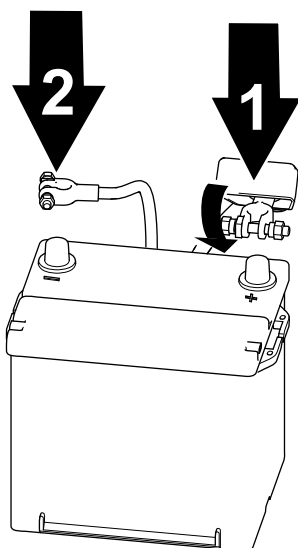

Figure 58
1. Branchez le câble positif à la batterie et serrez l'écrou de collier de la batterie (Figure 58).
2. Branchez le câble négatif à la batterie et serrez l'écrou de collier de la batterie (Figure 58).